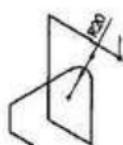

图 2-70 进行圆角操作
(7) 单击草图工具栏中的 R （绘制圆角）工具，对上述完成的空间线段进行圆角操作，如图 2-70 所示。